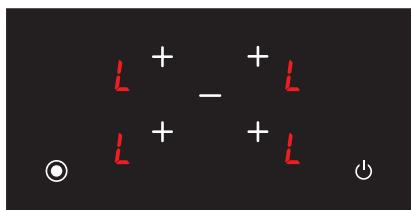

Рис. 25
2. Когда варочная панель включена и блокировка клавиатуры активна, **L** будет отображаться на весь экран (см. Рис. 25). Если какая-либо из конфорок горячая, значки **L** и **H** будут показаны по очереди. Только кнопку **⊕** можно использовать для включения и выключения варочной панели.